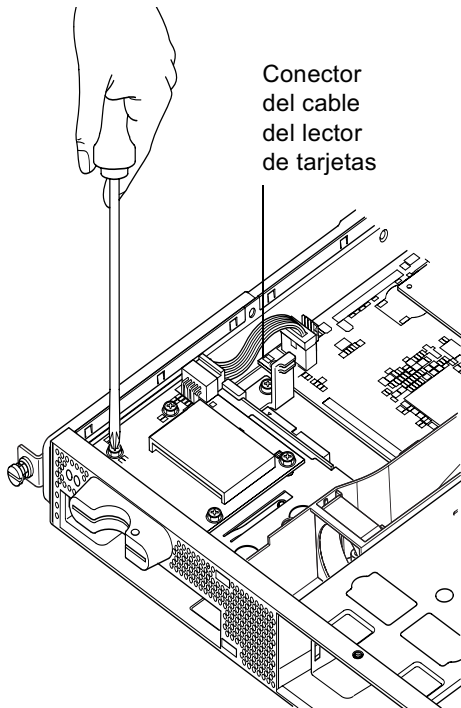

FIGURA 11-2 Extracción del lector de tarjetas de configuración del sistema
2. **Cíñase una muñequera antiestática con conexión a tierra, abra el servidor y colóquelo sobre una almohadilla para descargas eléctricas. A continuación, retire el cable de alimentación del conector de la placa del lector de tarjetas de memoria (consulte la FIGURA 11-2).**
3. **Desatornille los tornillos que fijan la placa del lector de tarjetas de memoria sobre el compartimento de la unidad de CD-ROM (consulte la FIGURA 11-2).**